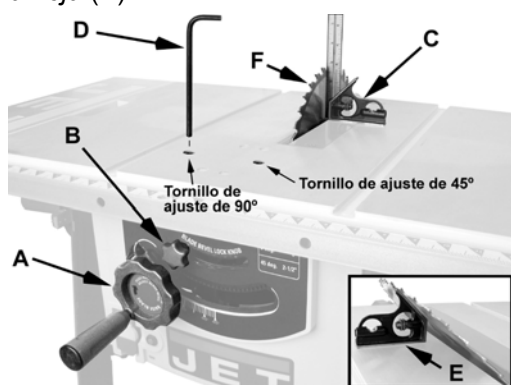

Figura 19
Consulte la Figura 19:
5. Mientras continúa sujetando la rueda de mano, use una llave hexagonal de 6 mm para girar el *tornillo de ajuste de 45°* (Figura 19) hasta que la hoja quede a 45° con respecto a la mesa.
6. Apriete la *perilla de fijación de la inclinación de la hoja* (B).
1. Con la *rueda de mano* (A, Figura 19), suba la hoja hasta su altura máxima.
1. Con las ruedas de mano, suba el eje de la hoja al máximo y fije la sierra a cero grados (consulte los pasos 1 a 3 en la sección *Parada positiva de 90 grados*); luego apriete la *perilla de fijación de la inclinación de la hoja* (B, Figura 19).